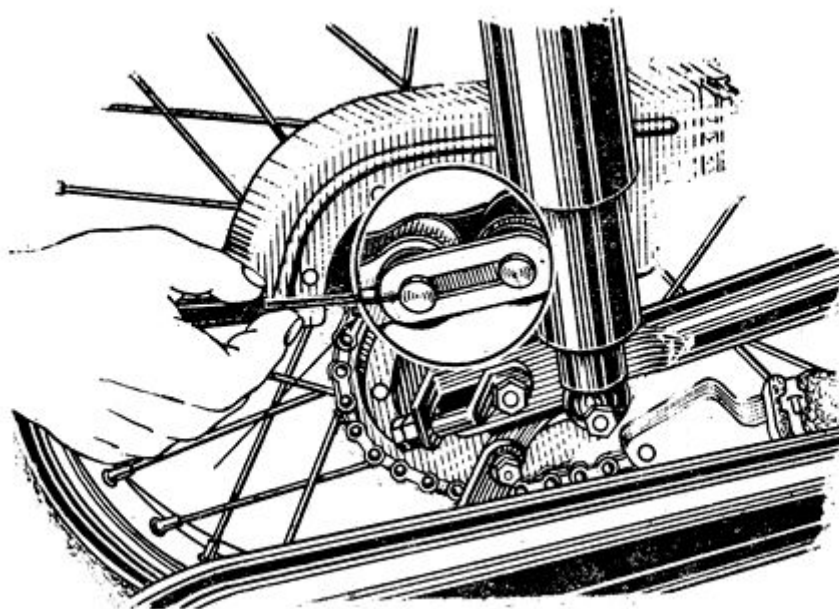

Рис. 16. Снятие цепи главной передачи.
7. Снимите замок цепи, для чего отверткой разведите пружинную пластину (рис. 16).